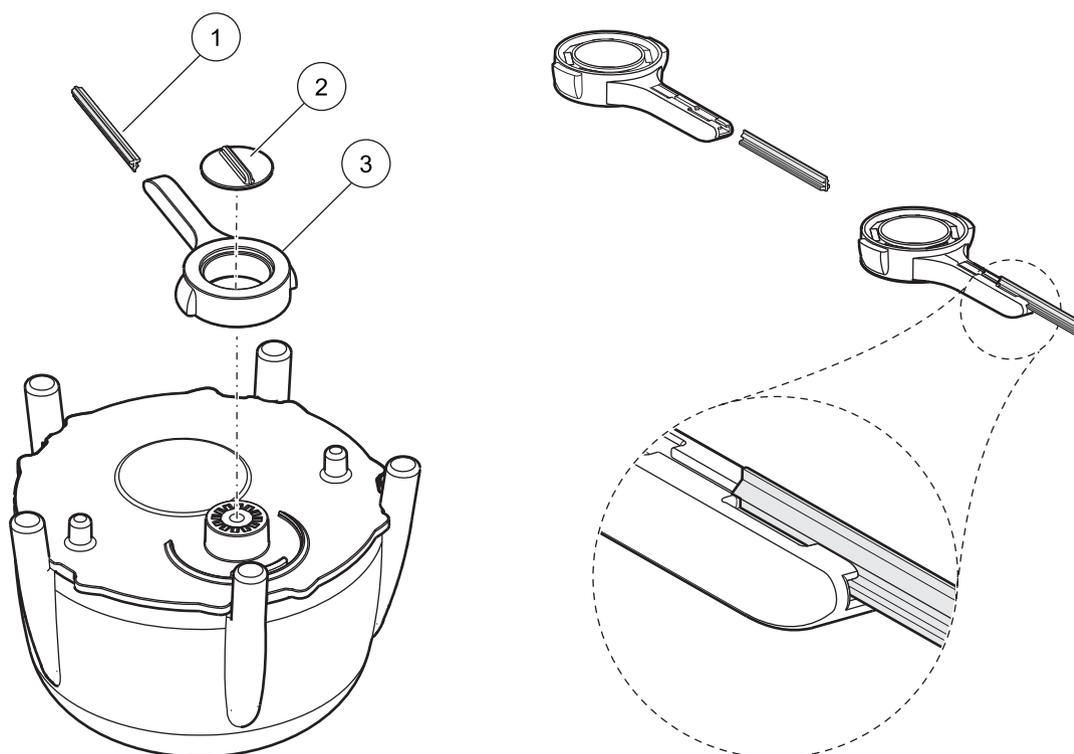

Figura 12 Unità tergisensore
Il braccio del tergisensore (vedere punto 3 nella Figura 12) si porta in posizione centrale per la sostituzione.
2. Rimuovere la vite guida (vedere punto 2 nella Figura 12) ed estrarre il braccio del tergisensore.
3. Estrarre il gommino del tergisensore (vedere punto 1 nella Figura 12) dal braccio del tergisensore.